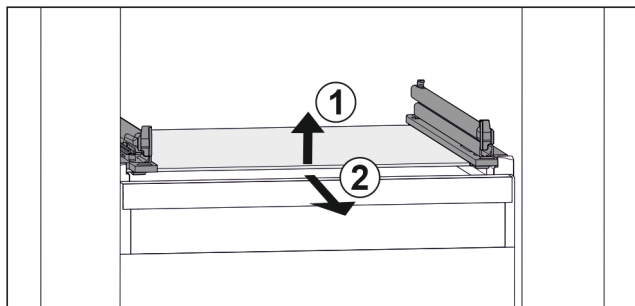

Fig. 100 Primjerm prikaz staklene ploče
- ▶ Staklenu ploču podignite sprijeda. Fig. 100 (1)
- ▶ Izvadite staklenu ploču prema naprijed. Fig. 100 (2)